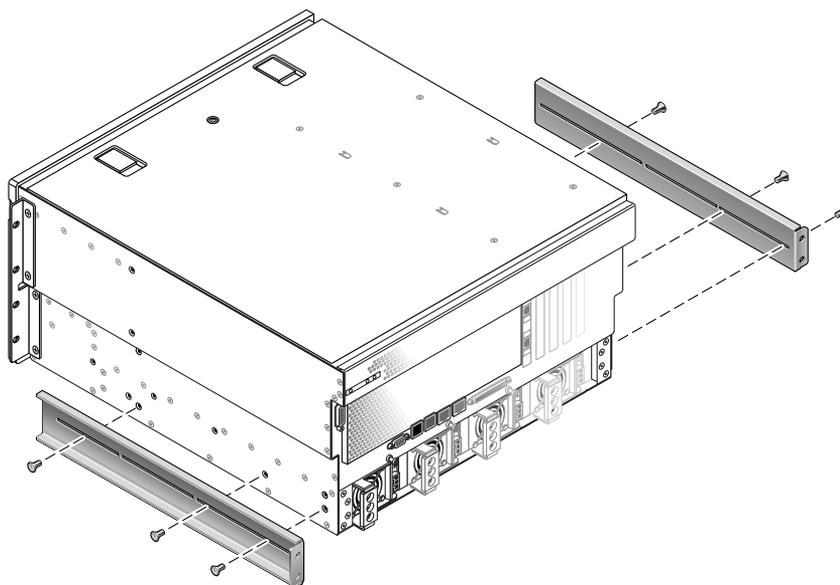

図 3-19 背面固定部品の取り付け
5. 測定したラックの奥行に合うように背面固定部品をサーバーの背面側に配置し、取り付けます (図 3-19)。